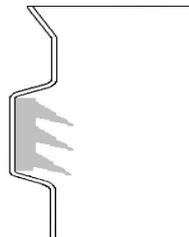

Fig.3 – montaggio guarnizione
- assicurarsi che la guarnizione siliconica (quando richiesta in funzione della designazione) sia perfettamente inserita nel proprio alloggiamento, come schematizzato in Fig. 3;